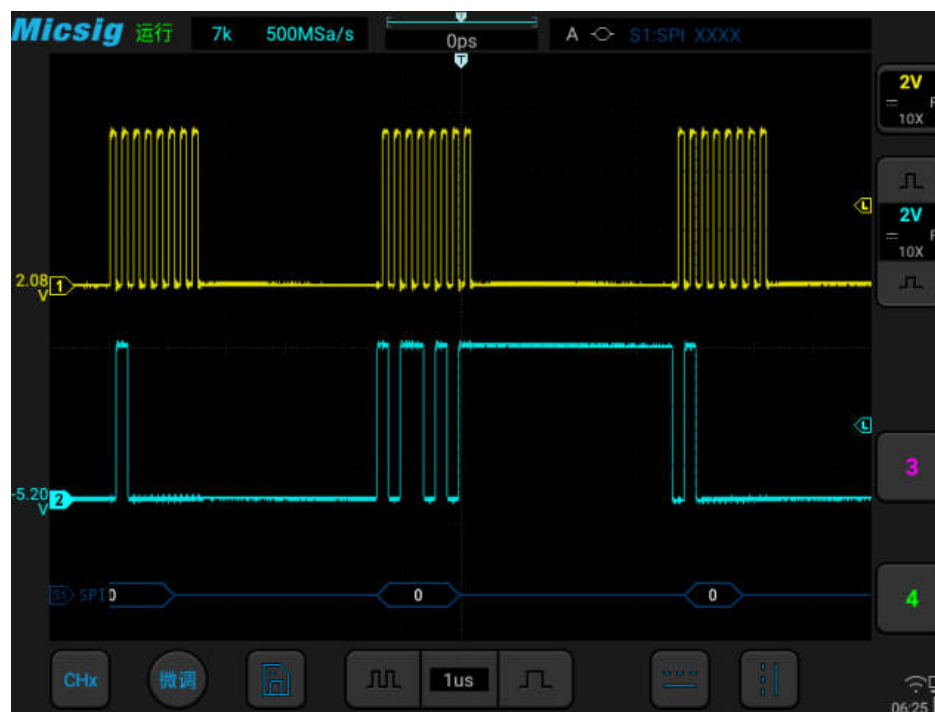

图12-20 SPI 图形界面
(1) 轻点 S1 打开解码通道，向左轻扫 S1 打开总线配置菜单；
- (2) 选择总线类型为“SPI”，点选时钟为“Ch1”上升沿，数据为“Ch2”高电平，数据字长为“4bit”；
- (3) 打开触发设置菜单，触摸屏上点按数据，使用虚拟软键盘设置要匹配的数据为“0001”；
- (4) 依据信号幅值调节2个通道阈值电平； SPI 触发图形界面见图 12-20：